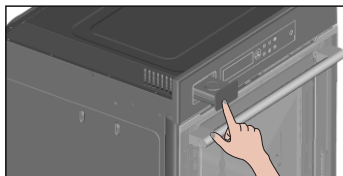

Figura 1
1. Si prega di spingere lentamente e tirare il cassetto per versare l'acqua. (Figura 1)